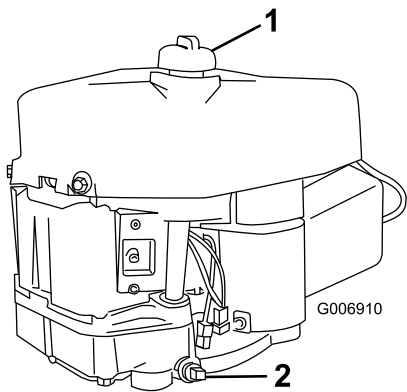

Figura 19
6. Pulite attorno all'asta di livello (Figura 19) in modo che la morchia non possa penetrare nel foro di rifornimento e danneggiare il motore.
7. Posizionare una bacinella di spurgo sotto il tappo di spurgo, e togliete quest'ultimo (Figura 19).
10. Versare lentamente circa l'80% della quantità indicata d'olio nel foro di rifornimento (Figura 19). Controllare il livello dell'olio; vedere 4 ed 5 di Controllo del livello dell'olio.
6. Versate lentamente circa l'80% della quantità indicata d'olio nel foro di rifornimento (Figura 19). Controllate il livello dell'olio; vedere 7 ed 8 di Controllo del livello dell'olio.